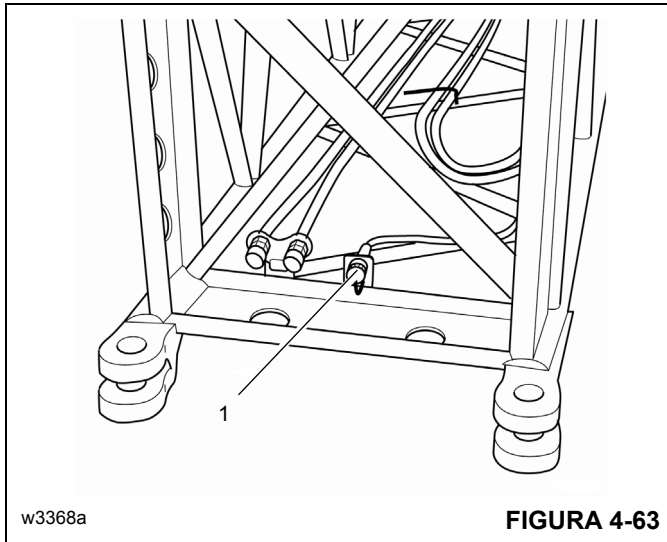

FIGURA 4-63
Há um soquete (1) na frente de cada seção de 4,9 m (16 pés) Figura 4-63.